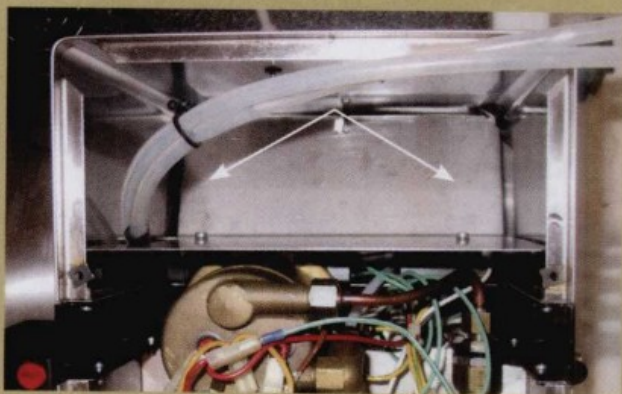

图5 蓄水面板
**7a.** 把隔在蓄水罐和锅炉之间的隔板取下来。它使用两个小螺丝和连接片固定在水罐那边。因为隔板是倾斜的，可能还需要点技巧才能取下来（见图5）。